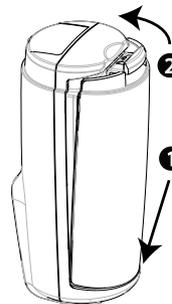

Figura 17: Chiusura del coperchio della batteria
5. Per chiudere il vano batterie, inserire prima la parte inferiore del coperchio della batteria, quindi premere e tenere premuta la linguetta mentre si chiude la parte superiore del coperchio. Vedere il numero 1 e il numero 2 nella Figura 17.